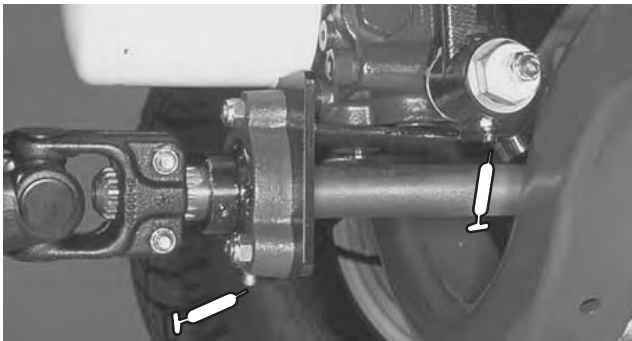

Figure 39
- Tringlerie de commande de déplacement à la transmission (1), palier de support d'arbre de transmission (1), arbre de transmission de pont arrière (3) (Fig. 39)